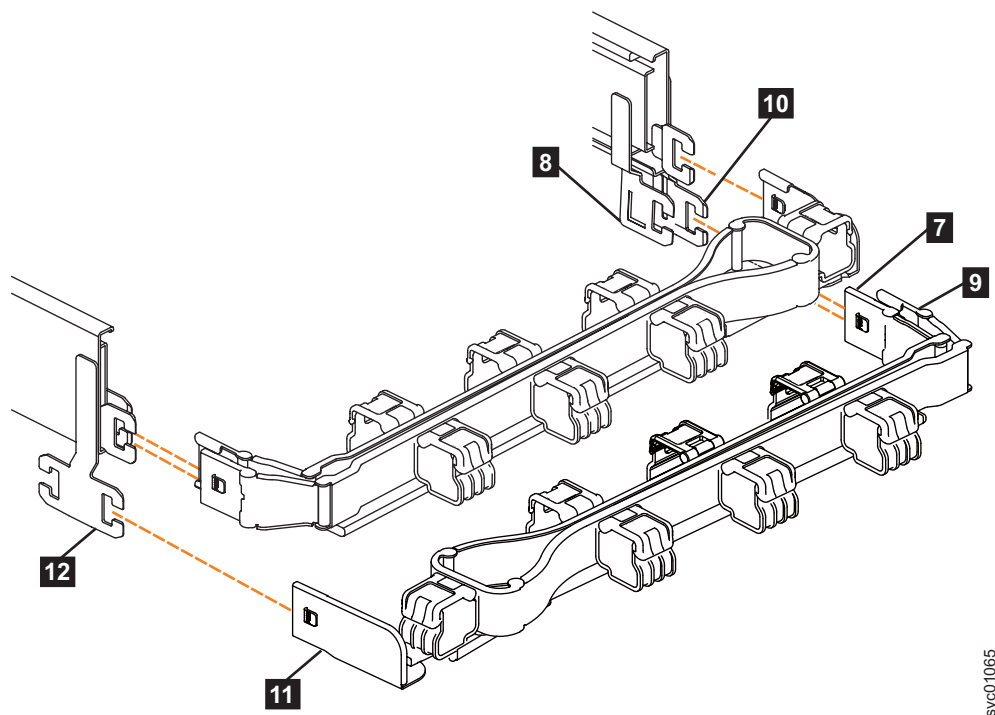

图 77. 比较 CMA 组合件的组件位置
注：连接下部 CMA 组合件的过程与连接上部 CMA 组合件的过程相同。但是，连接器位置颠倒。为便于比较，第 75 页的图 77 显示了与支撑导轨对齐的上部和下部 CMA 组合件。上部 CMA 的支撑导轨连接器连接到右侧导轨上。下部 CMA 的支撑导轨连接器 11 连接到左侧导轨上。
5. 将下部 CMA 组合件的内部连接器 (**7**) 安装到右侧支撑导轨的内部构件 (**8**) 上, 如图 77 中所示。
6. 将下部 CMA 组合件的外部连接器 (**9**) 安装到右侧支撑导轨的外部构件 (**10**) 上, 如图 77 中所示。
7. 将下部 CMA 组合件上的支撑导轨连接器 (**11**) 连接到左侧支撑导轨上的连接器 (**12**) 上, 如图 77 中所示。将下部 CMA 组合件上的支撑导轨连接器 (**11**) 连接到左侧支撑导轨上的连接器 (**12**) 上, 如图 77 中所示。确保将下部 CMA 组合件安全连接到支撑导轨末端的挂钩上。